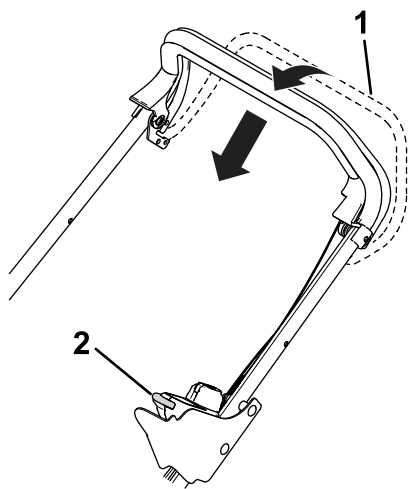

Figure 20
- Pendant que la lame de la tondeuse est en marche, engagez la barre de commande d'autopropulsion (Figure 20).